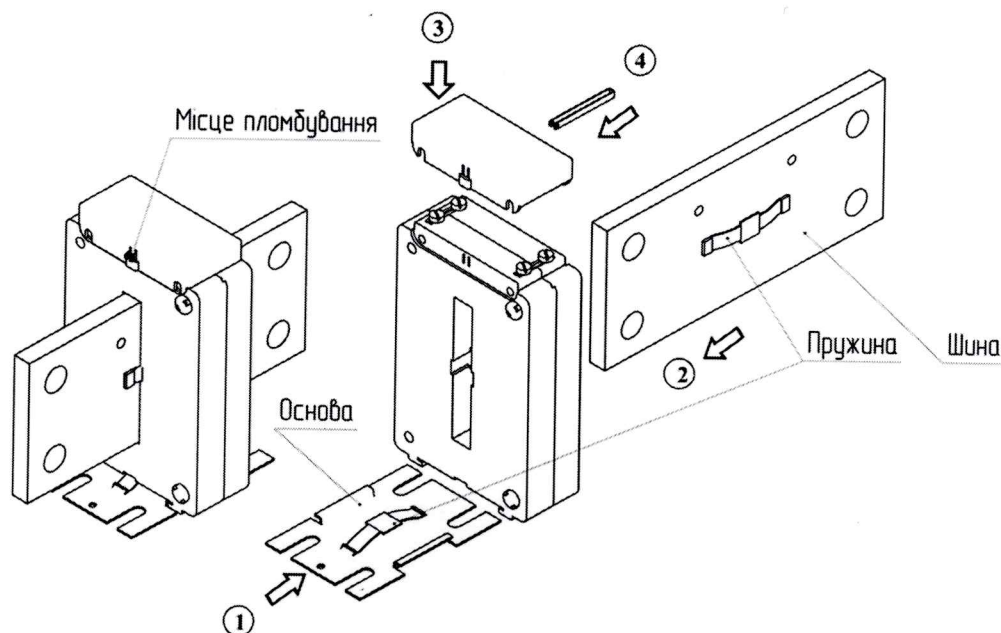

Рисунок 3.1
3.3 Установити у пази корпусу трансформатора, які розташовані в нижній частині, разом основу та пружину з комплекту поставки (див. рисунок 3.1, де цифрами 1..4 зазначена черговість складання елементів).